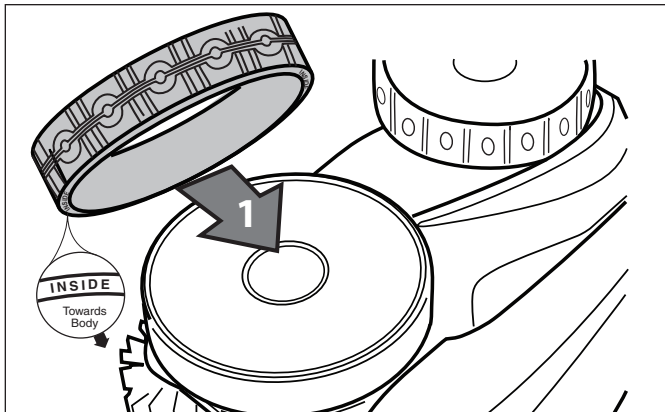

Figure 37. Alignement du pneu de remplacement
3. Pour remplacer le pneu, le positionner sur la roue en s'assurant de l'orienter de manière à ce que le mot INSIDE soit face au robot nettoyeur (Figure 37).